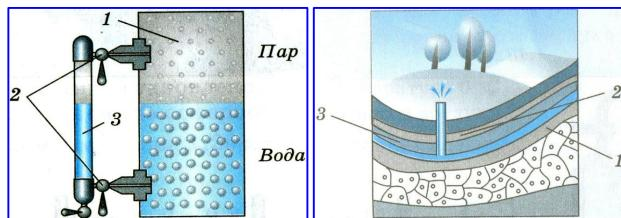

Рис. 41.3. Водомерная трубка парового котла.
1. На рис. 41.3 показано водомерная трубка парового котла. Объясните действие этого прибора.